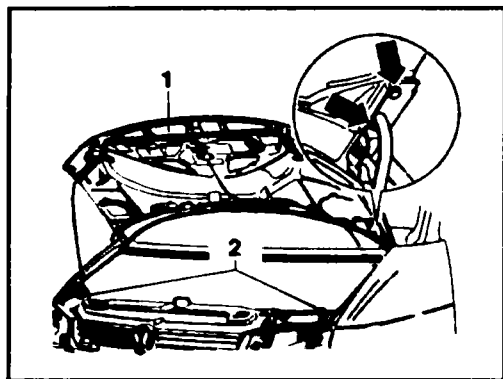

Рис. 10.18 Болты крепления петель капота
- ◆ Пометьте монтажное положение капота. Для этого головки болтов (см. по стрелке рис. 10.18) обведите фломастером.
- ◆ Установите и отрегулируйте по высоте резиновые буферы (2, рис. 10.18) так, чтобы при закрытии капот стоял вровень с крыльями.